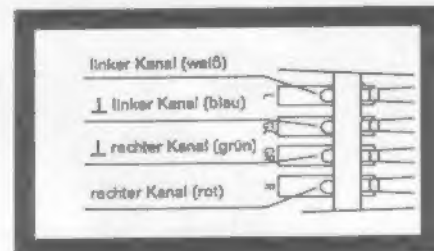

Fig. 15
4. Die Anschlüsse am Systemträger sind gekennzeichnet, die Anschlußblitzen sind farbig (Fig. 15). Verbinden Sie die Anschlußblitzen des Systemträgers mit den entsprechenden Anschlußstiften des Tonabnehmersystems.